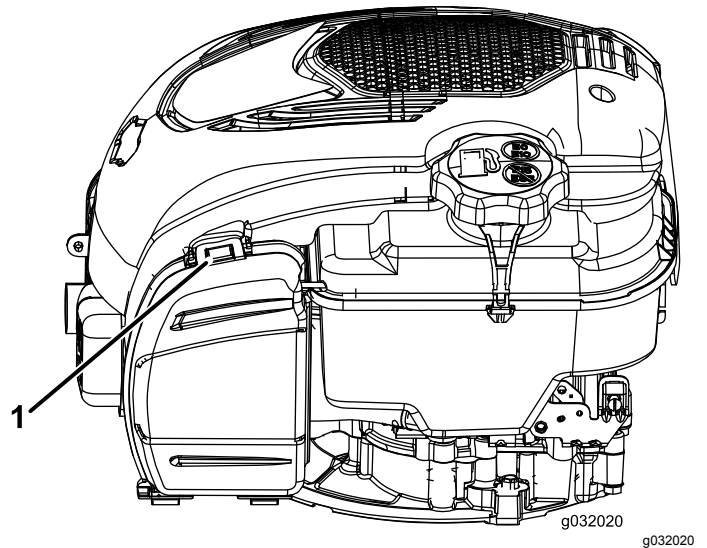

Bild 25
1. Ziehen Sie an der Nase, um die Luftfilterabdeckung zu öffnen (**Bild 25**).